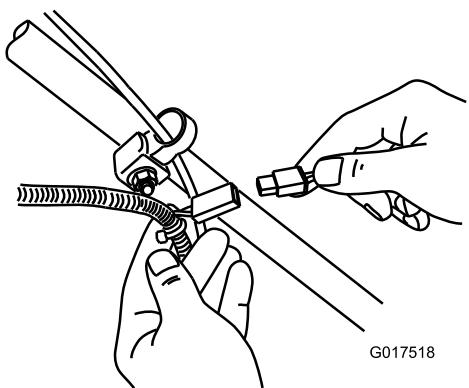

Figure 34
- Branchez le chargeur sur le faisceau de câblage situé sous la clé de contact (Figure 34).